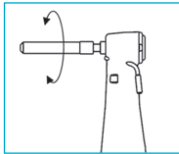

Fig. 5
- Drehen Sie den Bohrer vorsichtig, um die Verriegelung auszulösen. (Abbildung 5)